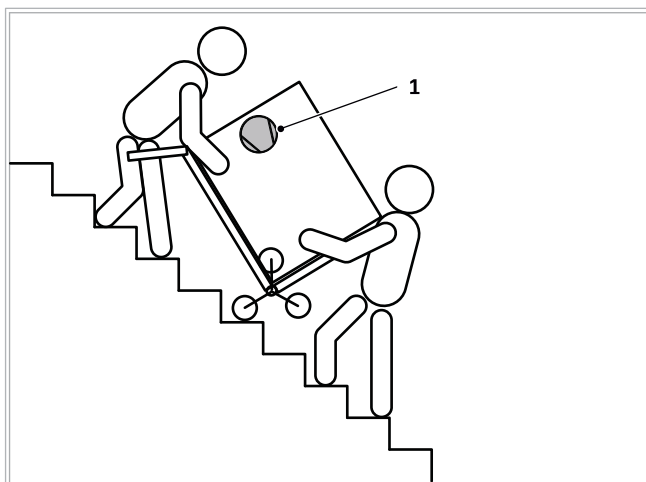

Fig. 2: Trasporto lungo le scale con carrello saliscale
- Se durante il trasporto il dispositivo deve essere ribaltato, questo dovrà avvenire solo brevemente e solo sul lato longitudinale, mentre il compressore, vedi → fig. 2 (1), deve essere rivolto sempre verso l'alto.